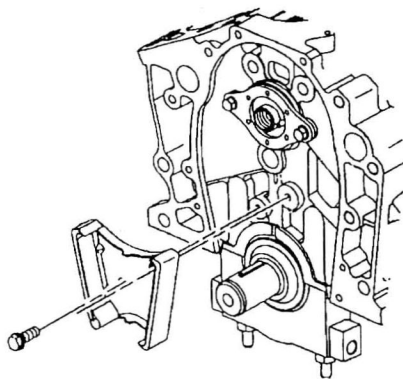

图 1-2-7 安装减振器螺栓
4. 安装正时链条减振器螺栓（图 1-2-7）。紧固正时链条减振器螺栓至 $21\text{N} \cdot \text{m}$ 。